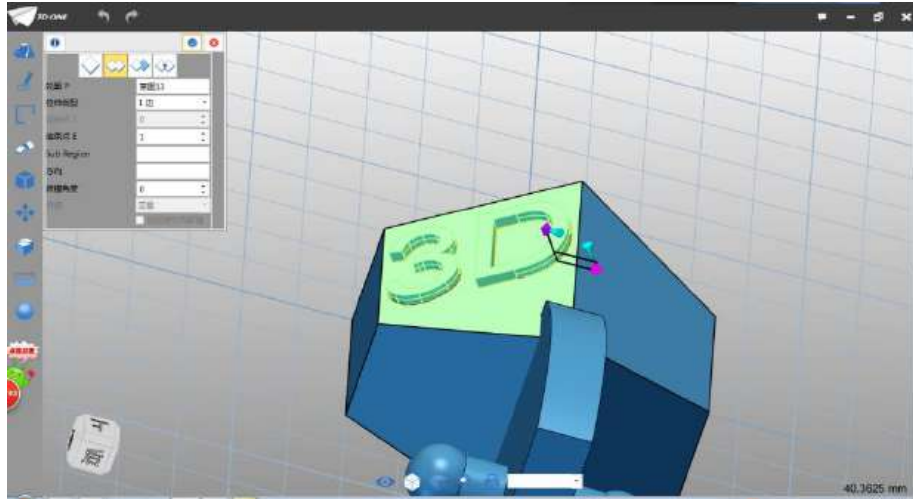

图 1-21
Step 21 点击确定， 选择拉伸命令  ， 拉伸类型为 1 边， 结束点设为 1 ， 布尔运算设为加运算， 如下图 1-21 所示：